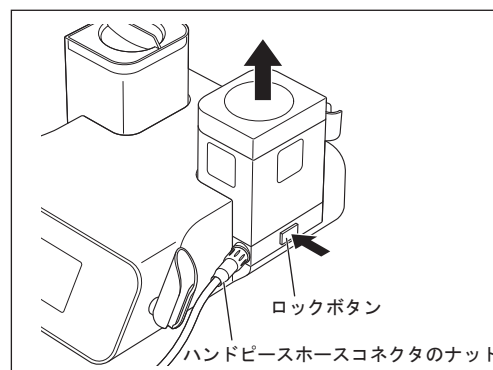

図44
- 1) 「8-6-4 エアー抜き」にしたがってチャンバー内のエアー抜きを行い、ロックボタンを押しながらチャンバーを取り外し、チャンバーをまっすぐ引き上げます（図44）。
- 6) 「8-6-4 エアー抜き」にしたがってチャンバー内のエアー抜きを行い、ロックボタンを押しながらチャンバーを取り外し、チャンバーをまっすぐ引き上げます（図44）。